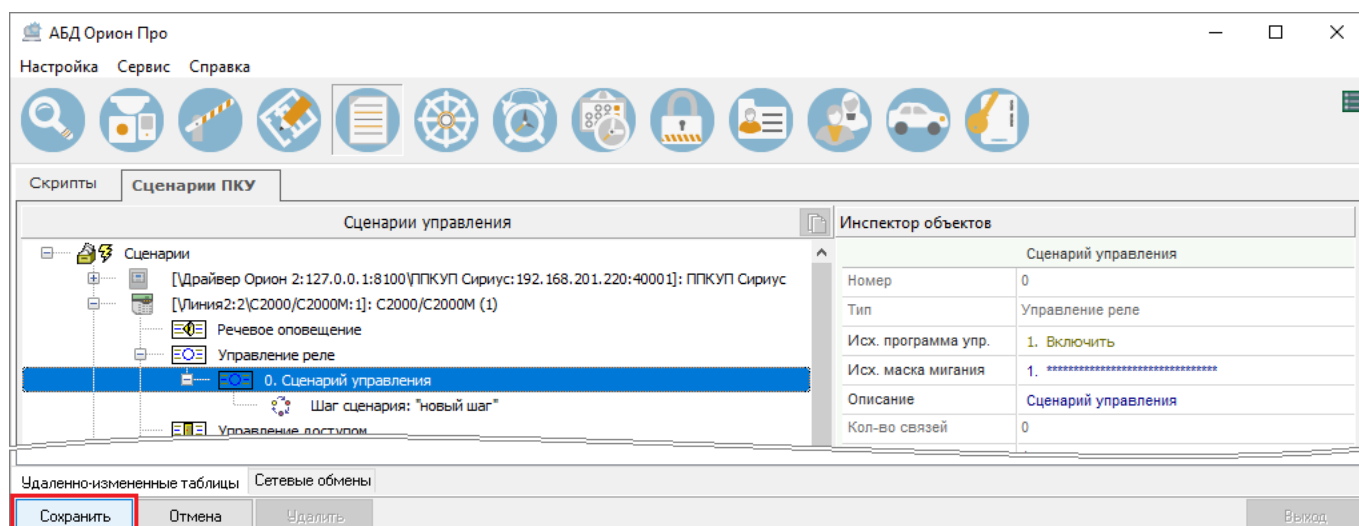

Рисунок 6-627 Выход из режима редактирования с сохранением изменений
- а) нажмите кнопку «Сохранить» (см. Рисунок 6-627);